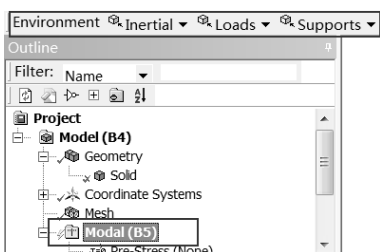

图 10-21 Environment 工具栏
Step1：选择 Mechanical 界面左侧 Outline（分析树）中的 Modal（B5）选项，此时会出现如图 10-21 所示的 Environment 工具栏。